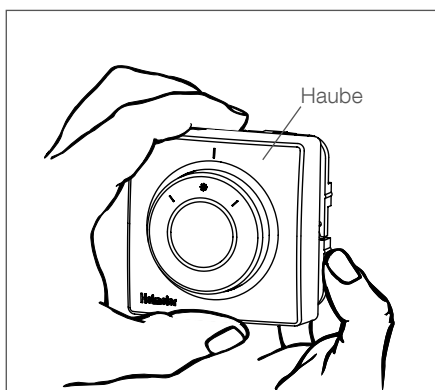
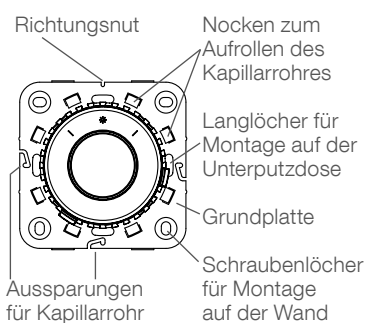
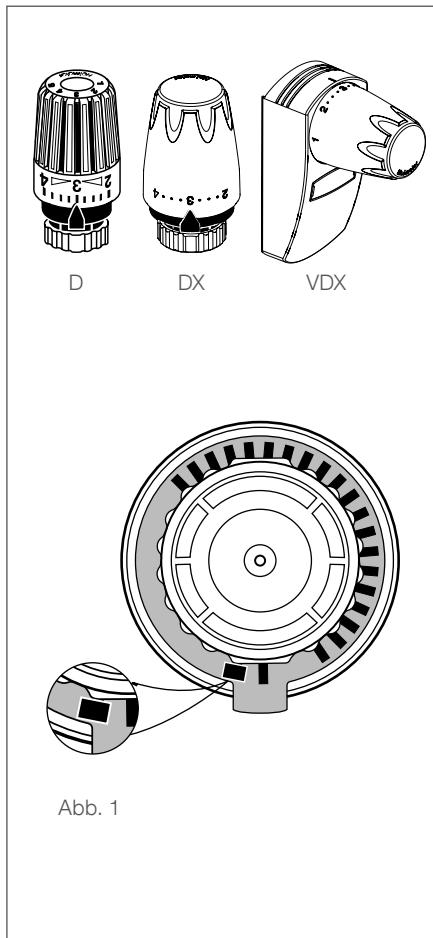

Abb. 2
Abb. 3
Abb. 1
Rändelmutter fest anziehen (ca. 10 Nm). Dabei beachten, dass der Thermostat-Kopf bis zum Anschlag aufgesetzt ist, gegebenenfalls andrücken (Abb. 2).
Anschließend Rändelmutter fest anziehen (ca. 10 Nm). Dabei beachten, dass der Thermostat-Kopf bis zum Anschlag aufgesetzt ist, gegebenenfalls andrücken (Abb. 2).
Durch die nun vorhandene Öffnung Thermostat-Kopf mit Einstellschlüssel Art.-Nr. 2500-00.253 oder Universal-schlüssel*) Art.-Nr. 0530-01.433 durch Linksdrehen bis zum Anschlag öffnen (Abb. 2).
Thermostat-Kopf durch Rechtsdrehen auf Ventilunterteil aufschrauben. Handradkappe über spürbaren Widerstand hinaus weiterdrehen, bis die seitliche Bohrung mit einer der beiden Markierungskerben der Befestigungsmutter übereinstimmt. Die Anordnung der Sicherungsschrauben in der Befestigungsmutter ist mit den Markierungskerben identisch (Abb. 3).
Bei eventueller Demontage des Thermostat-Kopfes Handrad drehen, bis die seitliche Bohrung mit einer der beiden Markierungskerben der Befestigungsmutter übereinstimmt (Abb. 3).
Haube von der Grundplatte abnehmen (Abb. 2).
Achtung: Bei der Montage auf ebener Wand ist darauf zu achten, dass das Kapillarrohr durch eine der vorhandenen Aussparungen nach außen verlegt wird (Abb. 3).
Verschlussschraube abschrauben (Abb. 2).
Kapillarrohr mit Thermostat-Geber herausnehmen (Abb. 3).
Hierzu roten Sparclip mit dem Daumen bis zum Anschlag zurückziehen (Abb. 1), anheben und herausnehmen (Abb. 2). Der Thermostat-Kopf wird danach auf die gewünschte Temperatur eingestellt, z. B. Merzkahl 3 (20) $\approx 20^{\circ}\text{C}$.
Anschließend ist der rote Sparclip in die Nut **rechts** neben Merzkahl 3 (20) einzusetzen (Abb. 3), vorzuschieben und danach mit dem Daumen bis zum Anschlag **zurückziehen**.
Hierzu blauen Sparclip mit dem Daumen bis zum Anschlag zurückziehen (Abb. 1), anheben und herausnehmen (Abb. 2). Der Thermostat-Kopf wird danach auf die gewünschte Temperatur eingestellt, z. B. Mondsymboll $\approx 14^{\circ}\text{C}$.
Hierzu roten Sparclip mit dem Daumen bis zum Anschlag zurückziehen (Abb. 1), anheben und herausnehmen (Abb. 2). Der Thermostat-Kopf wird danach auf die gewünschte Temperatur eingestellt, z. B. Merzkahl 3 (20) $\approx 20^{\circ}\text{C}$. Anschließend ist der rote Sparclip in die Nut **rechts** neben Merzkahl 3 (20) einzusetzen (Abb. 3) und bis zum Anschlag **vorzu-**
Hierzu blauen Sparclip mit dem Daumen bis zum Anschlag zurückziehen (Abb. 1), anheben und herausnehmen (Abb. 2). Der Thermostat-Kopf wird danach auf die gewünschte Temperatur eingestellt, z. B. Mondsymboll $\approx 14^{\circ}\text{C}$. Anschließend ist der blaue Sparclip in die Nut **links** neben dem Mondsymboll einzusetzen (Abb. 4) und bis zum Anschlag **vorzu-**
Zur Blockierung einer Einstellung **beide Sparclips** mit dem Daumen zurückziehen (Abb. 1), anheben und herausnehmen (Abb. 2). Der Thermostat-Kopf wird danach auf die gewünschte Temperatur eingestellt, z. B. Merzkahl 3 (20) $\approx 20^{\circ}\text{C}$. Anschließend ist der rote Sparclip in die Nut **rechts** neben Merzkahl 3 (20) einzusetzen (Abb. 5) und bis zum Anschlag
Anschlagstift aus Parkposition am Kopfunterteil (Abb. 1) entnehmen
Anschlagstift aus Parkposition am Kopfunterteil (Abb. 1) entnehmen und zwei Schlitzte oberhalb Merzkahl 5 bis zum spürbaren Widerstand einstecken.